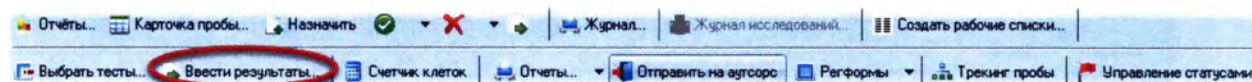

Рисунок 5.20
3. Нажмите кнопку **«Ввести результаты»** (Рисунок 5.20):